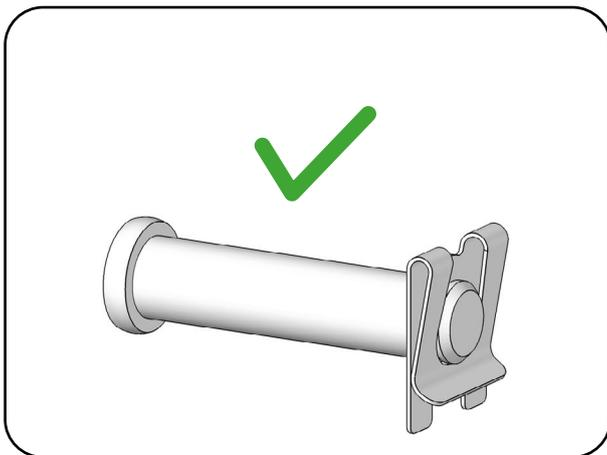
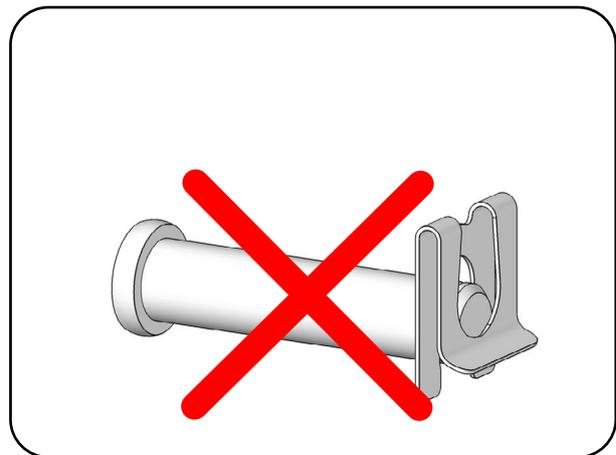

Abb. 6.1.01 - SL-Sicherung richtig montiert
Abb. 6.1.02 - SL-Sicherung falsch montiert
Die SL-Sicherung ist richtig montiert, wenn sie hörbar einrastet und sich in der Nut des Bolzens frei drehen lässt. In Abb. 6.1.01 ist die richtige Position und in Abb. 6.1.02 ist eine falsche Position dargestellt.
**Beachten Sie die Einbaulage des Bolzens und montieren Sie die SL-Sicherung gemäß Abb. 6.1.01. Nichtbeachtung kann zum Absturz des Patienten und damit zu schweren Verletzungen bis zum Tod des Patienten führen.**